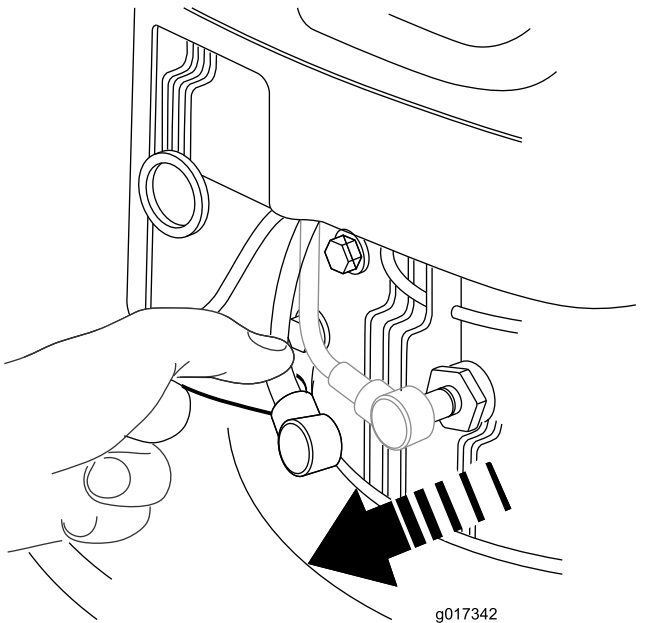

Figura 32
3. Scollegate il cappellotto dalla candela (Figura 32).